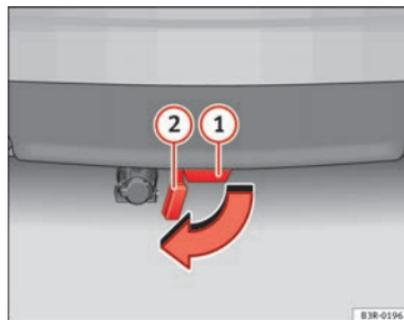

Fig. 152 Pára-choques traseiro: Abrir o tampão
- Extraia até ao limite final o tampão ② ⇒ Fig. 152 do tubo de encaixe ① que se encontra debaixo do pára-choques. O tampão encaixa automaticamente no limite final.